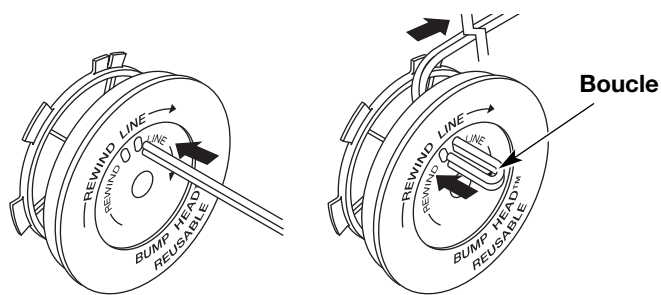

Fig. 21
- Découpez environ 3 m (10 pi) de fil neuf. Insérez une extrémité de fil dans l'un des deux trous du moulinet intérieur (Fig. 21). Tirez le fil jusqu'à ne laisser que 10 cm (4 po) environ.
- Insérez l'autre extrémité du fil dans le trou ouvert du moulinet et tirez sur le fil pour que la boucle soit le plus petit possible (Fig. 21).